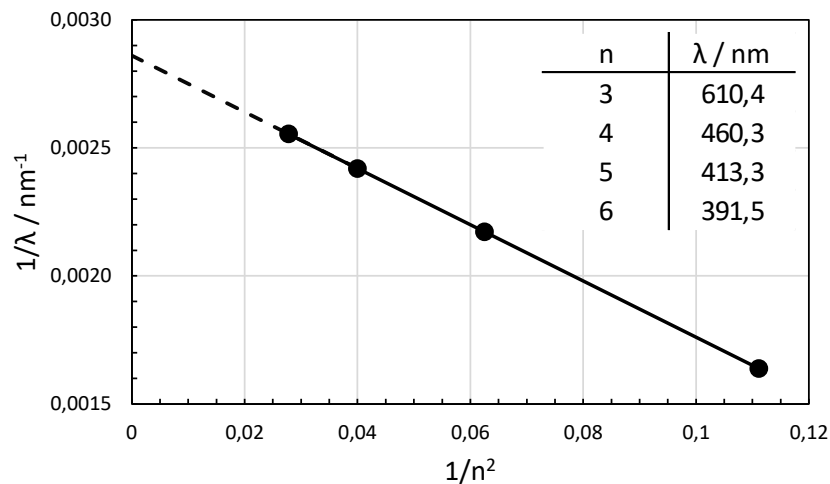

Figura 4.1
4.7 El espectro de emisión del litio incluye una serie de líneas espectrales, entre otras, provenientes de la transición del electrón de valencia de orbitales nd (n: número cuántico principal) para el orbital 2p, que tiene la particularidad de que el inverso de la longitud de onda de la radiación emitida ($1/\lambda$) es directamente proporcional a ($1/n^2$) (Figura 4.1).
4.8 Determine el valor de la energía de ionización para un átomo de litio excitado en el nivel energético 2p, expresada en $\text{kJ}\cdot\text{mol}^{-1}$, usando la información de la representación gráfica de la Figura 4.1.